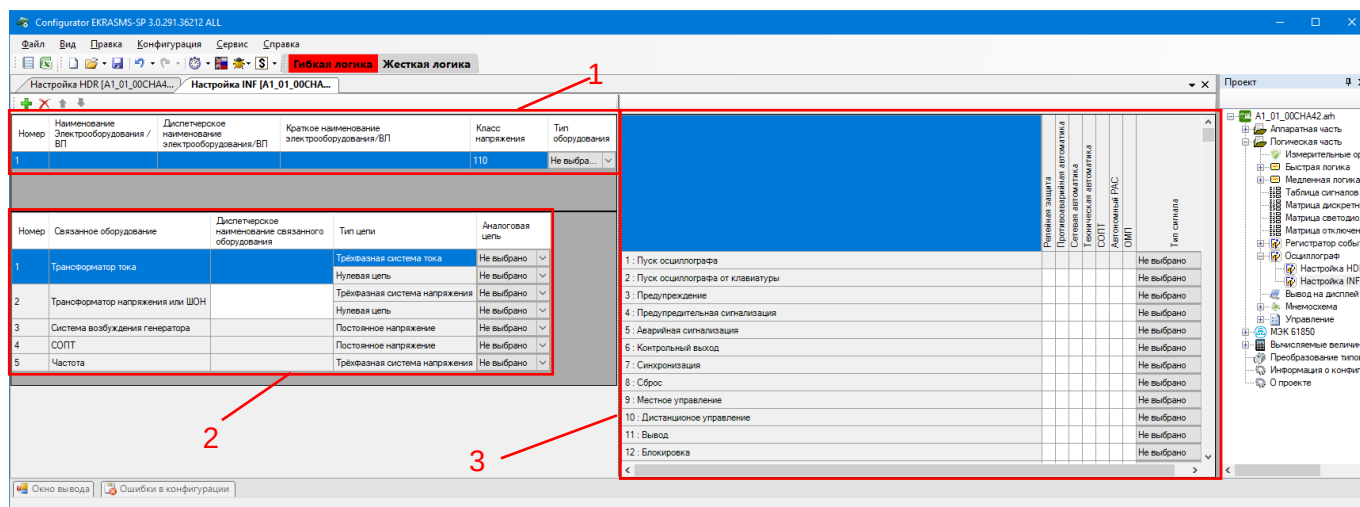

Рисунок 4.121
Окно **Настройка INF** (см. рисунок 4.121), пункт меню «дерева» проекта **Логическая часть** → **Осциллограф** → **Настройка INF**, предназначено для соотнесения аналоговых и дискретных сигналов к соответствующему электрооборудованию/ВЛ.
4.6.7.2.1 Описание параметров добавления электрооборудования/ВЛ (см. рисунок 4.121, поз. 1) приведено в таблице 4.76.
4.6.7.2.3 Описание параметров настройки аналоговых цепей (см. рисунок 4.121, поз. 2) приведено в таблице 4.77.
Настройка соответствия логических сигналов к выбранному электрооборудованию/ВЛ происходит в рабочей области главного окна (см. рисунок 4.121, поз. 3).
Щелчок мыши по ячейке таблицы задает соответствие между логическим сигналом и типом защиты. Данный сигнал привязывается к электрооборудованию/ВЛ, выбранному из рабочей области слева (см. рисунок 4.121, поз. 1).